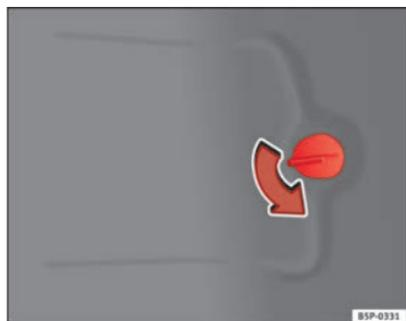

Fig. 201 Luces en la carrocería
- Abra la tapa del panel lateral del maletero ⇒ fig. 201.